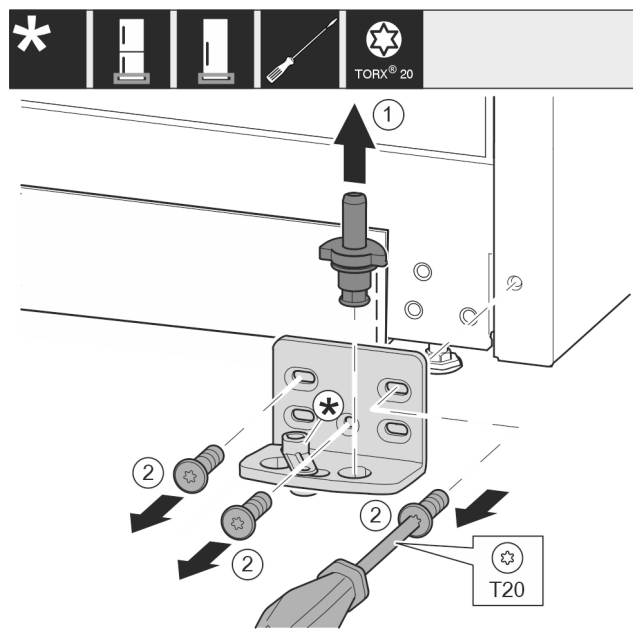

Fig. 14
- Lagerbout Fig. 14 (1) volledig naar boven toe wegtrekken.
- Schroeven Fig. 14 (2) met schroevendraaier er uit draaien en het lagerbok wegnemen.